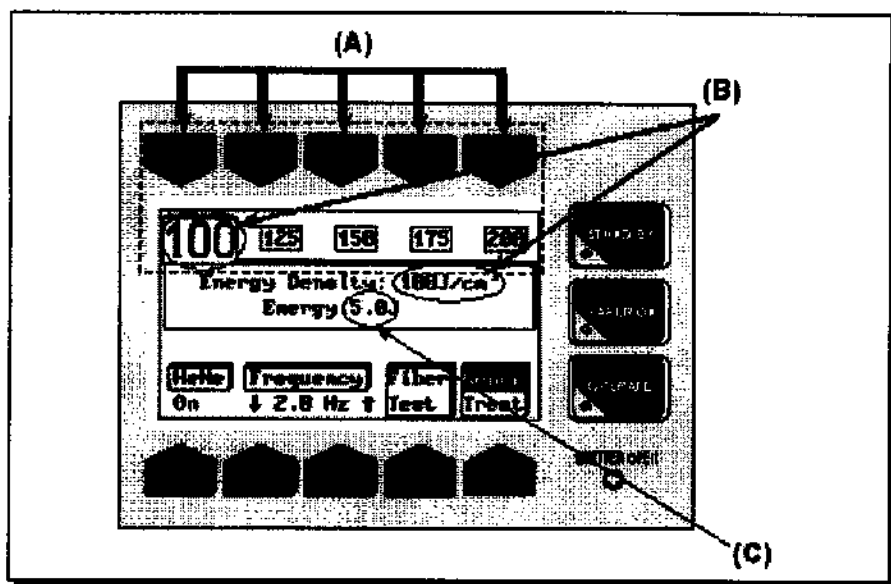

Рис. 7-6. Выбор плотности энергии в обычном режиме работы.
В обычном режиме (General) пользователь непосредственно вводит плотность энергии в импульсе путем нажатия на клавиши верхнего ряда панели управления ((A) на Рис. 7-6). Значения плотности энергии, соответствующие каждой клавише указаны под ними — в верхней части экрана. Выбранное значение отображается в верхней части экрана цифрами большего размера и в центральной части экрана правее надписи «Energy Density» ((B) на Рис. 7-6).